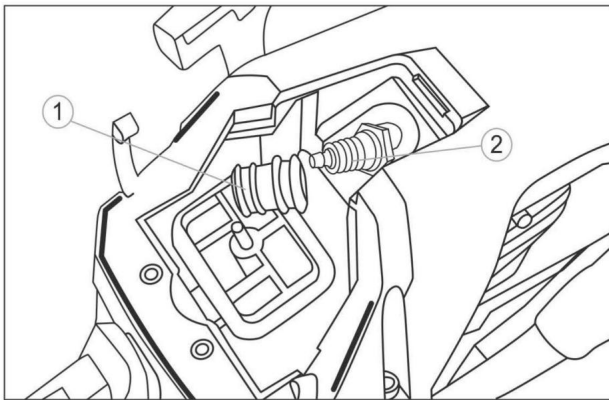

Fig. 26
3. Scollegare il cavo ad alta tensione dalla candela 1 (Fig. 26).